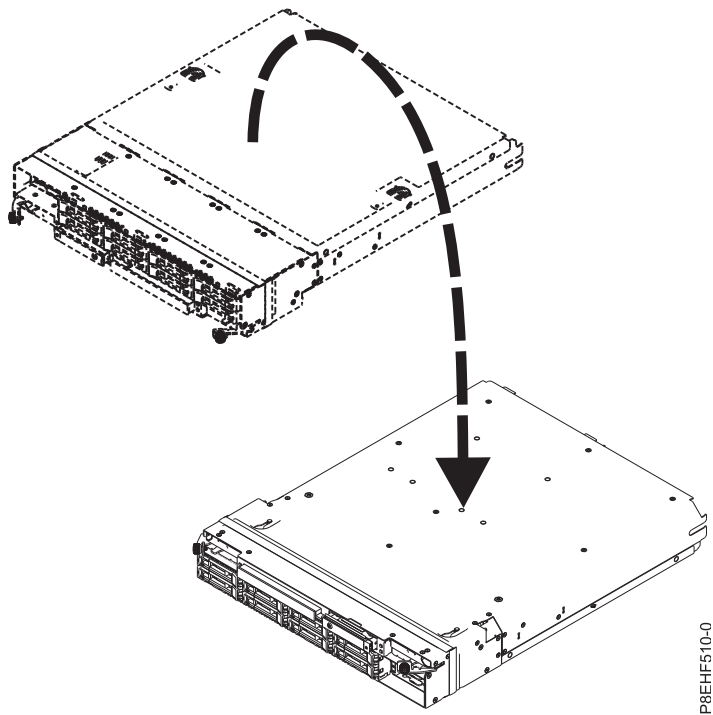

Abbildung 13. Abdeckung der RAID-Baugruppe umdrehen
4. Drehen Sie die Abdeckung der RAID-Baugruppe um. Siehe Abb. 13 auf Seite 15.